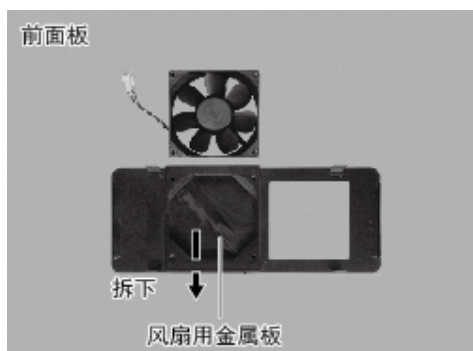

图42
- (7) 从控制器的机箱（前面板）拆下风扇（图42）。
- (8) 从机箱（前面板）拆下风扇用金属板。用不起毛的布清洁机箱（前面板）和金属板（图42）。